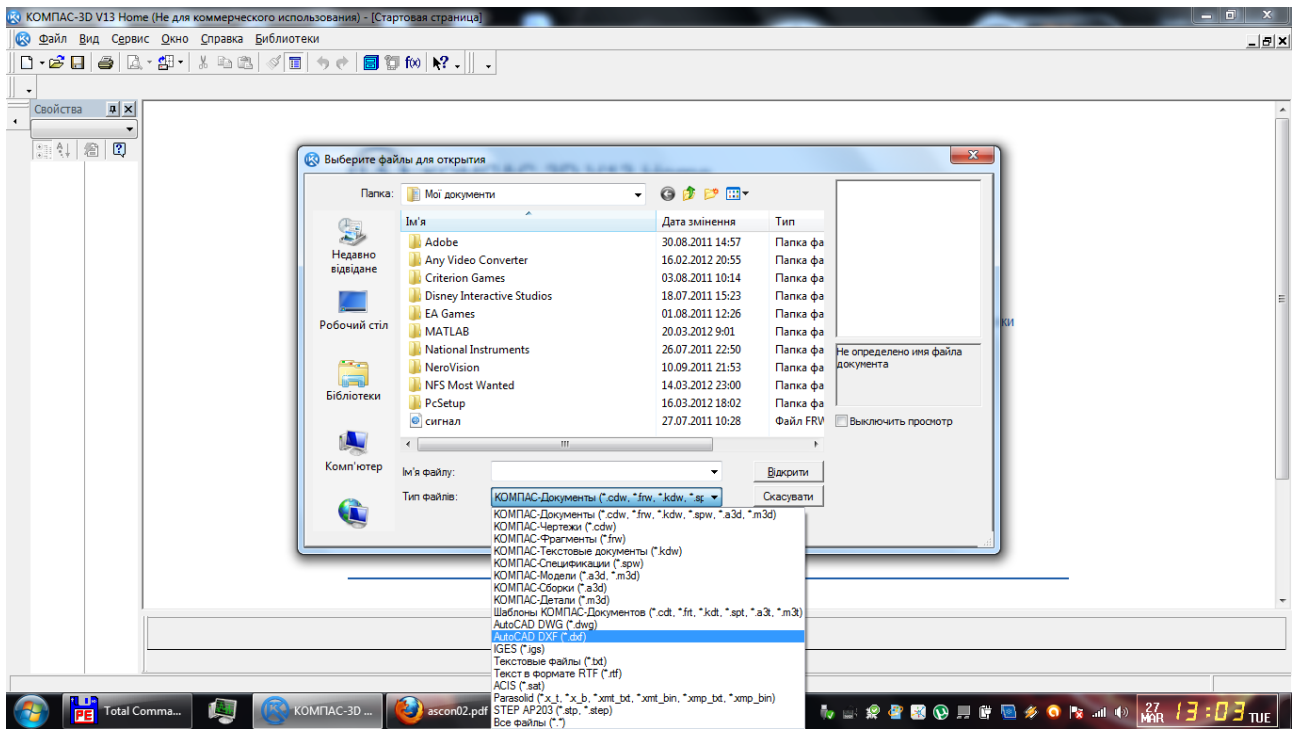

Рисунок 8.3. Импорт файлов DXF формата
Для імпорту створеного файлу з розширенням DXF необхідно в меню Файл програми компас вибрати Імпорт DXF для старіших версій програми або вибрати команду Файл / Открыть і в графі «Тип файла» вибрати AutoCAD DXF (рис. 8.3).
3. Імпортувати створений файл в середовище Компас (рис. 8.3).